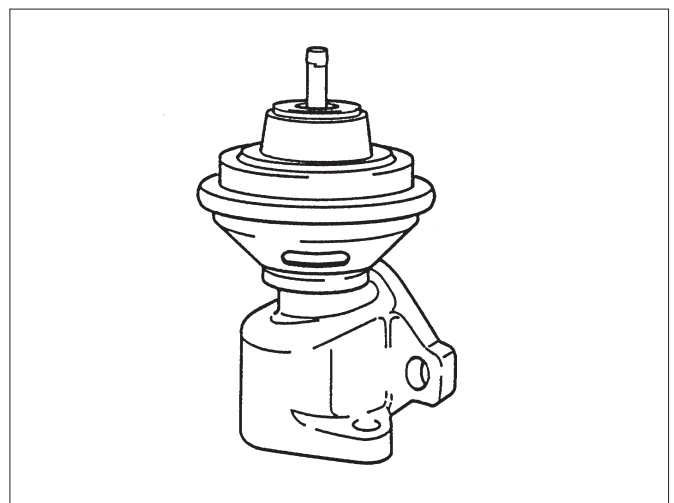

Abb. 4
4.3 Abgasrückführventil (AGR-Ventil), Abb. 4